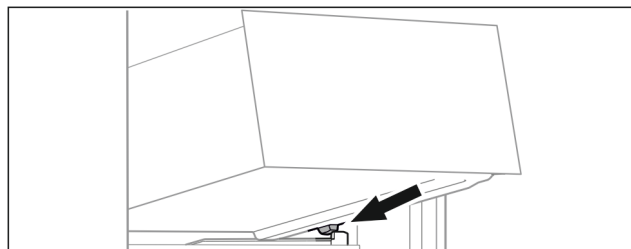

Fig. 15
- ▶ Nasaďte zásuvku šikmo za zářežky na žebrování na nádoby Fig. 15 (1).